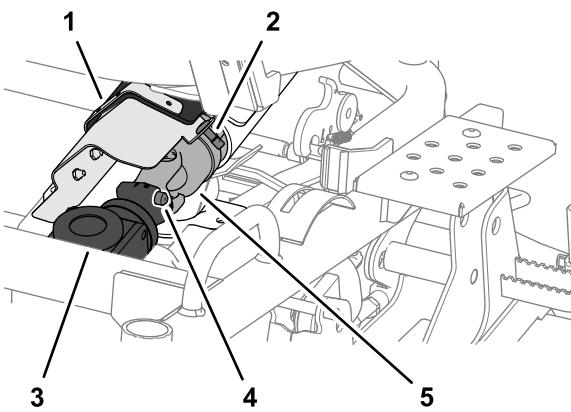

Figure 112
1. Tournez la fixation quart-de-tour et ouvrez le couvercle du cardan sur le protège-courroie (Figure 112).
2. Détachez l'extrémité avant de l'arbre de transmission du boîtier d'engrenages du plateau de coupe en appuyant sur la goupille rappelée par ressort, puis en tirant l'extrémité de l'arbre en arrière (Figure 112).
1. Alignez les cannelures du cardan de l'arbre de transmission et celles du boîtier d'engrenages ; voir Figure 112 sous Désaccouplement de l'arbre de transmission du boîtier d'engrenages du plateau de coupe \(page 81\).
2. Appuyez sur la goupille rappelée par ressort et poussez l'extrémité de l'arbre de transmission en avant ; voir Figure 112 sous Désaccouplement de l'arbre de transmission du boîtier d'engrenages du plateau de coupe \(page 81\).
3. Relâchez la goupille rappelée par ressort et vérifiez que le cardan de l'arbre de transmission est verrouillé dans le boîtier d'engrenages du plateau de coupe ; voir Figure 112 sous Désaccouplement de l'arbre de transmission du boîtier d'engrenages du plateau de coupe \(page 81\).
4. Fermez le couvercle du cardan et fixez-le au protège-courroie à l'aide de la fixation quart-de-tour ; voir Figure 112 sous Désaccouplement de l'arbre de transmission